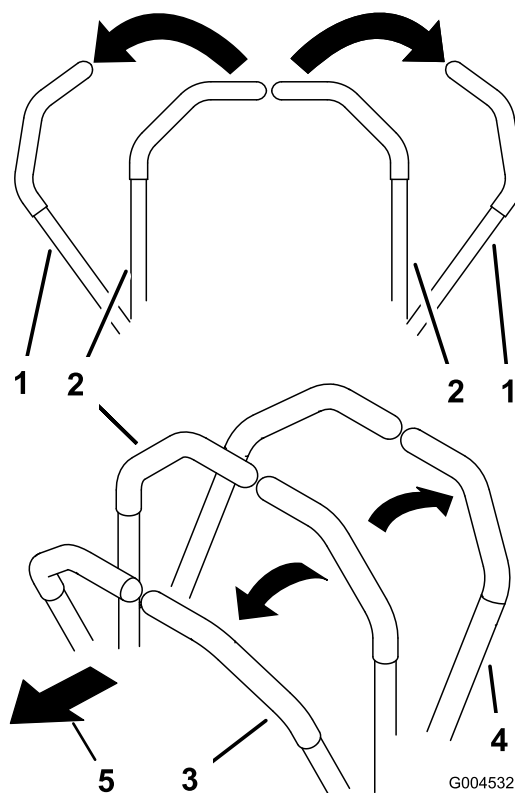

図 18
1. 走行コントロールレバーをニュートラル固定位置以外の位置に動かす図 18。
- 前方への直進走行両方のレバーをゆっくりと前に押す 図 18。
- 後方への直進走行両方のレバーをゆっくりと後に引く 図 18。
- 旋回両方のレバーを手前に引いて走行速度を落とし、曲がりたい方向と反対側のレバーを押す (図 18)。